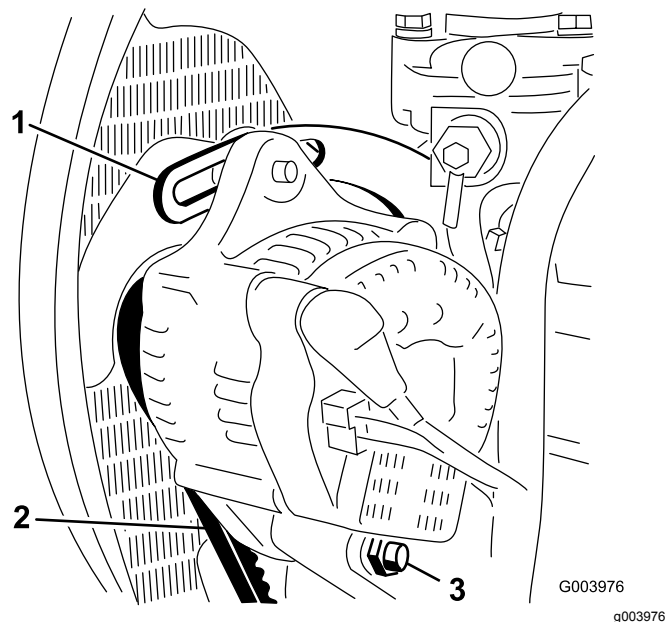

Figura 56
2. Controllate la tensione della cinghia dell'alternatore premendola (Figura 56) al centro tra l'alternatore e le pulegge dell'albero a gomito con una forza di 10 kg.
4. Allentate il bullone che fissa il supporto al motore (Figura 56), il bullone che fissa l'alternatore al supporto ed il bullone di rotazione.